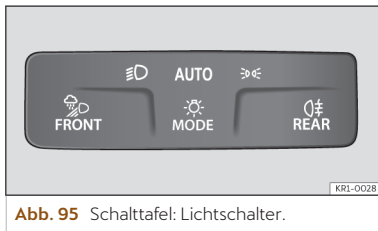

Abb. 95 Schalttafel: Lichtschalter.
- Schalten Sie die Zündung ein und wählen Sie den Modus **AUTO** am Lichtschalter aus >>> (Abb. 95).
- Schalten Sie den Modus **AUTO** am Lichtschalter aus >>> (Abb. 95).